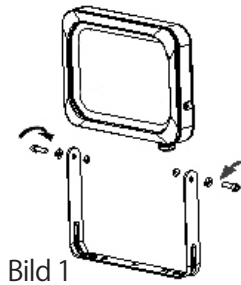
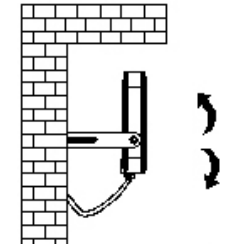

Bild 1
Bild 6
1. Screw out both screws (fig.1) and remove washers and bracket.
5. Fix the spotlight to the bracket with the 2 screws (fig. 1), align the spotlight (fig. 6) and tighten the two screws.
1. Die 2 Schrauben (Bild 1) lösen, die Unterlegscheiben und Zahnscheiben entfernen und den Halter abnehmen.
5. Den Strahler an den Halter mit den 2 Schrauben befestigen (Bild 1), den Strahler ausrichten (Bild 6) und die beiden Schrauben festziehen.